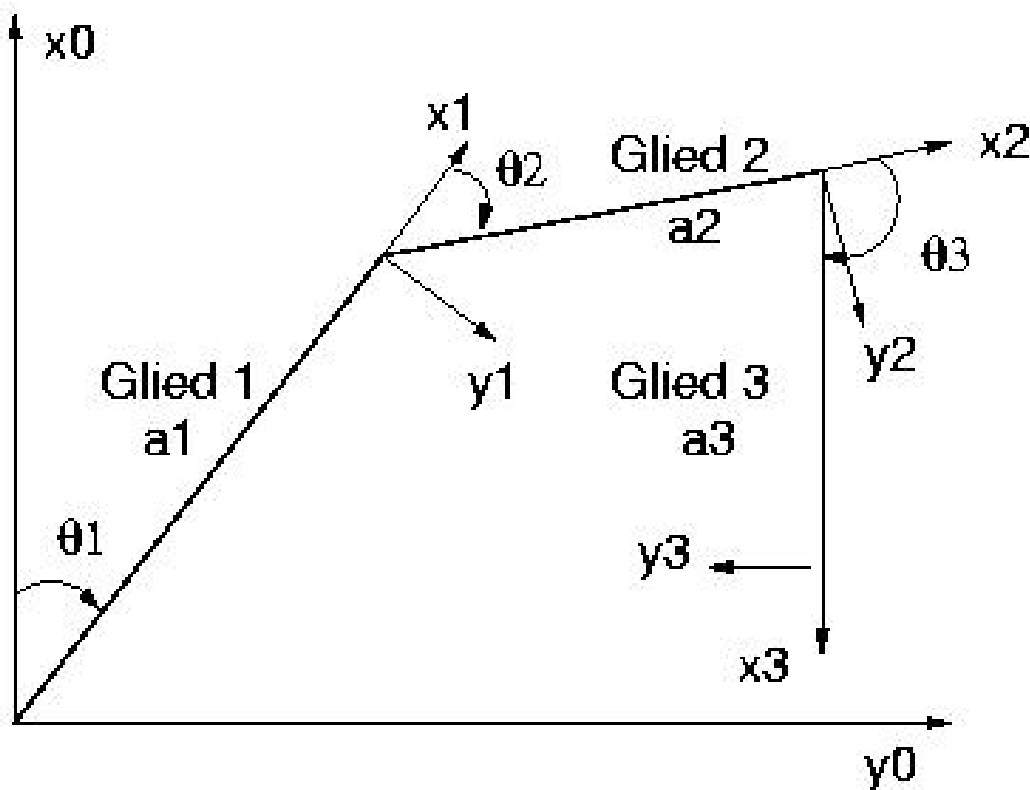

Abbildung 1: Planarer Roboter
**Aufgabe 2.1:** (3 Pkt.) Betrachten Sie den dreigelenkigen Roboterarm in Abbildung 1, dessen Gelenkwinkel  $\theta_1, \theta_2$  und  $\theta_3$  durch die Beziehung  $\theta_3 = 180^\circ - \theta_1 - \theta_2$  verknüpft sind.